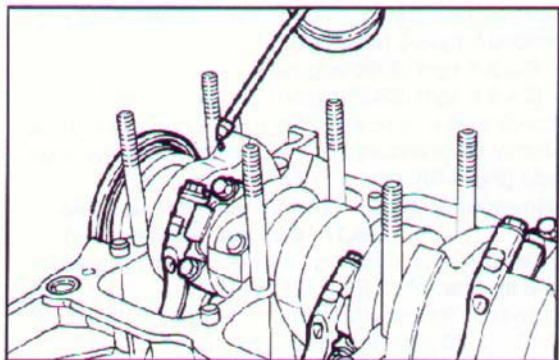

Fig. 151 ▲
- inserire il paraolio lato volano sull'albero motore, lubrificare abbondantemente le teste di biella (Fig. 151);
- insert the flywheel side oil seal on the crankshaft, lubricate the big ends liberally (Fig. 151);